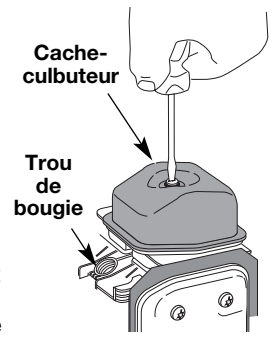

Fig. 53
5. Nettoyez toute saleté autour du cache-culbuteur. Retirez la vis retenant le cache-culbuteur à l'aide d'un tournevis à lame plate large ou à mèche no. T-25 Torx (Fig. 53). Enlevez le cache-culbuteur et le joint.